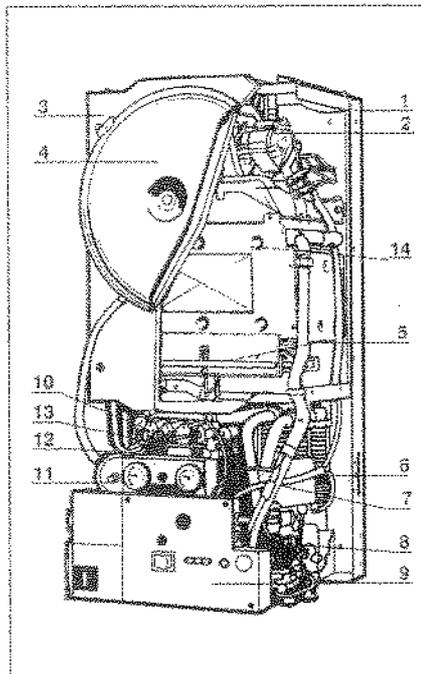

Fig. 4
1.4 DESCRIPTION (fig.4, 5 et 6)